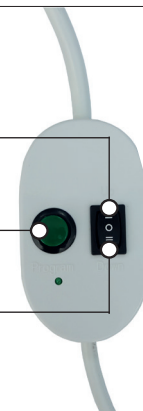

Abb.4: Justierschalter Art. 125400
- 2 Den Motor in Laufrichtung AUF mit Hilfe des Justierschalters in Bewegung setzen. Nachdem der Motor angefahren ist, die schwarze Einstelltaste (Taste 1, Abb.4) drücken und gedrückt halten bis die gewünschte obere Endlage erreicht ist. Durch Loslassen der schwarzen Taste bestätigen Sie den Endpunkt.
- 3 Nun den Motor in Laufrichtung AB mit Hilfe des Justierschalters in Bewegung setzen. Nachdem der Motor angefahren ist, die schwarze Einstelltaste (Taste 1, Abb.4) drücken und gedrückt halten bis die gewünschte untere Endlage erreicht ist. Durch Loslassen der schwarzen Taste bestätigen Sie den Endpunkt.